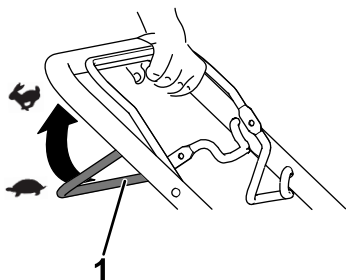

Figura 11
- Per innestare la trazione automatica, tirate la barra della trazione automatica verso la stegola e mantenete la posizione (Figura 11).